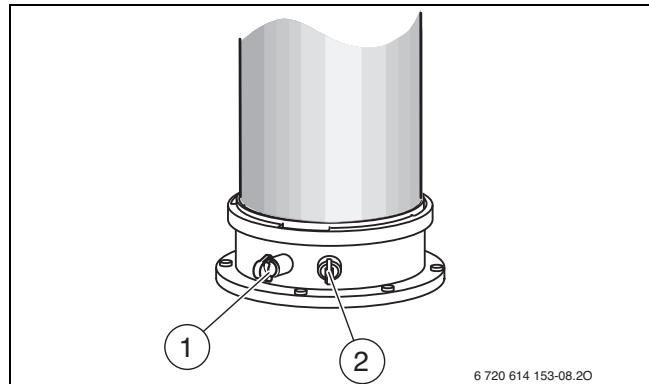

Fig. 40 Manicotto di misurazione dei gas combusti e dell'aria comburente
- Rimuovere dal manicotto di misurazione il tappo di protezione della presa di analisi dei gas combusti [1] (→ fig. 40).